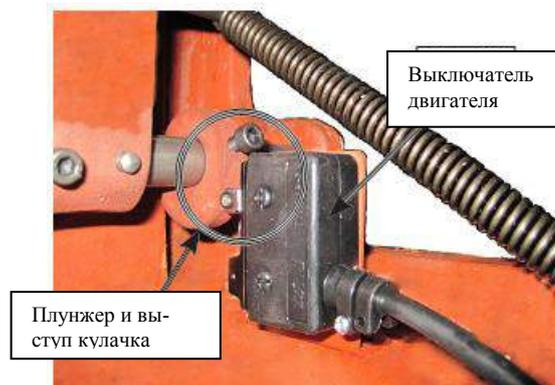

Рис. 96. Выключатель двигателя.
10. Найдите выключатель двигателя (Рис. 96) на торце станка со стороны задней бабки.